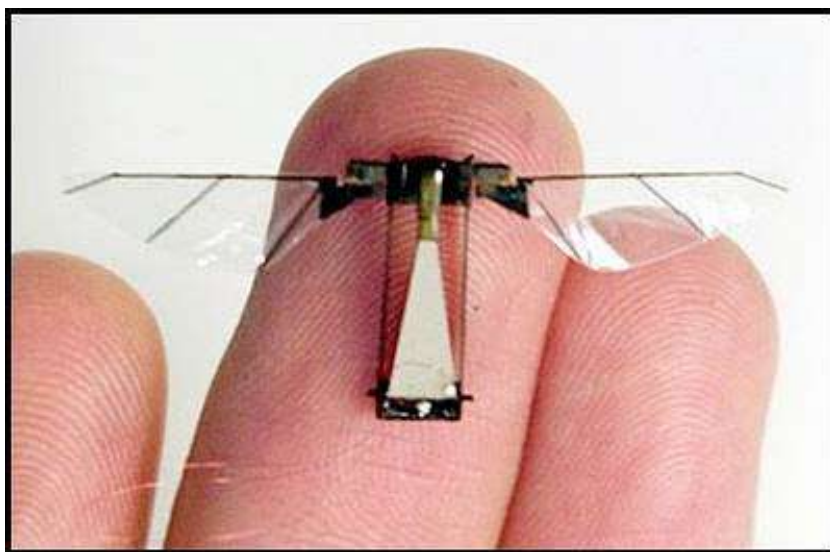

Рисунок 1. Робот-насекомое. <http://photo-junction.blogspot.com/2010/03/robot-insects-photos.html>
Первые роботы в мире были созданы в 1960-х годах для работы на производстве. Считается, что самым первым роботом был робот автомобильного завода General Motors под названием Unimate, который приступил к работе весной 1961 года (см. рис. 1). В задачу робота входило охлаждение отформованных дверных ручек автомобиля в бассейне, чтобы их можно было передавать на линию для дальнейшей обработки. Работа была опасной для человека, так как форму нужно было снимать с еще горячих от жара красных деталей, которые к тому же выделяли опасные для человека газы. Конечно, это не сравнится с ходячим металлическим человекоподобным роботом, как в фильмах "Терминатор" или "Я, робот", но благодаря Unimate впервые человеку не пришлось участвовать в нескольких операциях, чтобы изготовить одну деталь автомобиля. Тот, кто хочет узнать больше об истории идей и устройств, сделавших возможным создание роботов, может найти информацию в Интернете на сайте <http://robotics.megagiant.com/history.html>. Самые ранние идеи и устройства, упомянутые там, относятся к векам до начала нашей эры.
Рисунок 1. Первый в мире робот Unimate, который забирал еще красные дверные ручки автомобилей из формовочной печи, охлаждал их в жидкости и отправлял на линию для дальнейшей обработки.
- Гуманоиды и другие роботы, вдохновленные биологическими существами. К ним относятся человекоподобные устройства (например, ASIMO, робот-гуманоид, выпускаемый компанией Honda в Японии с 2000 года), а также другие роботы, похожие на биологические системы, например, насекомоподобные роботы (см. рис. 1), роботы-фермы и т.д.